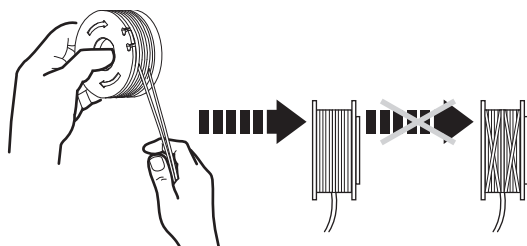

Fig. 29
8. Enroulez fermement tout le fil de coupe (13d) autour de la bobine dans le sens des flèches de la bobine de coupe (13c) (Fig. 29).